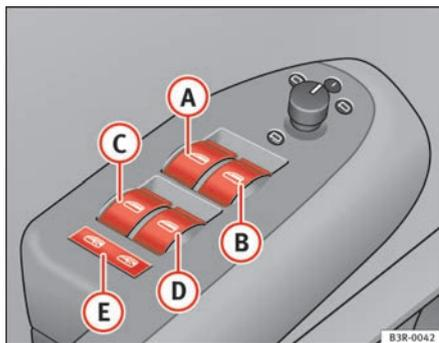

Fig. 80 Détail de la porte du conducteur : Commande
- A Commande ⇒ fig. 80 de la glace de la porte du conducteur.
Avec le commutateur de sécurité ⇒ page 113, fig. 80 **E** vous pouvez désactiver les commandes de lève-glaces situées sur les portières arrière. Il n'est possible d'ouvrir ou de fermer les glaces à partir des places arrière que si le commutateur est enfoncé.